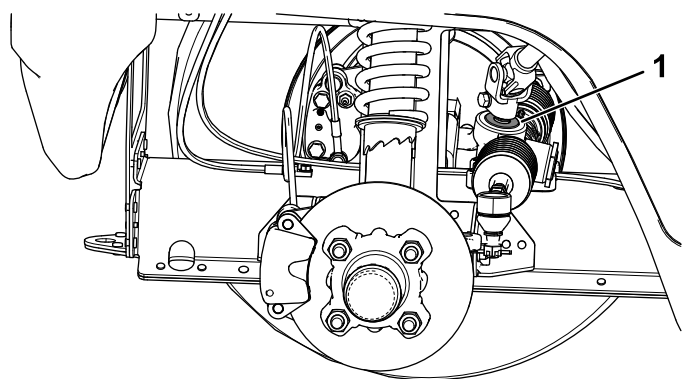

Figura 48
**Importante:** Ispezionate lo stato e la sicurezza della guarnizione dell'albero del pignone (Figura 48).